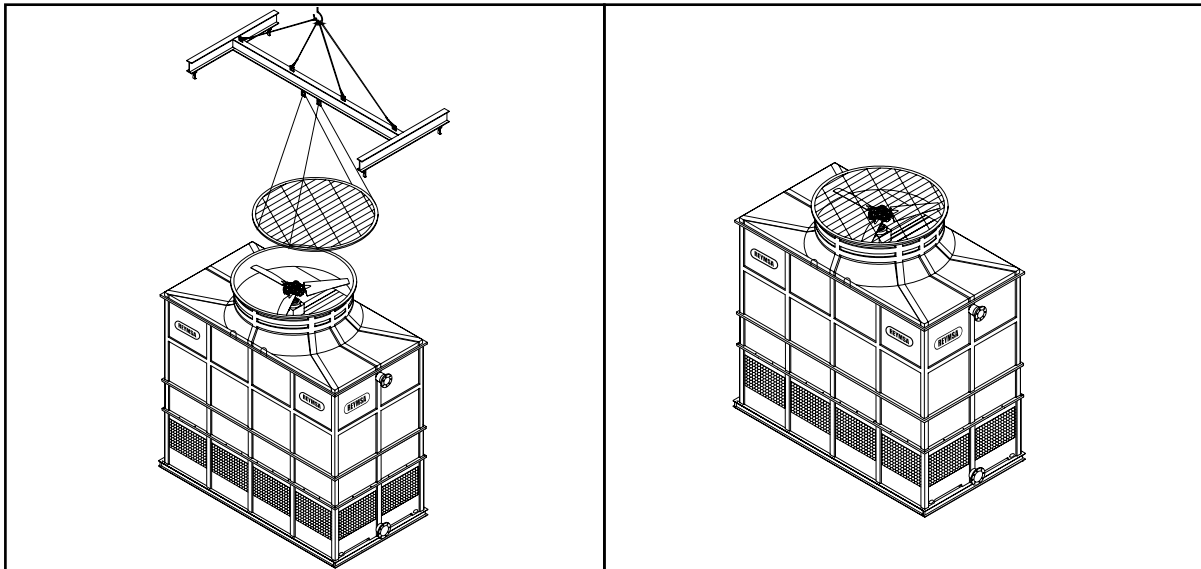

Figura A-53: Instalación de la malla de protección del ventilador en una torre modelo RTG y RTGTC.
- Y. Coloque la malla de protección del ventilador, resistente a la corrosión, sobre la sección de la campana (ver figura A-53), y atornille.